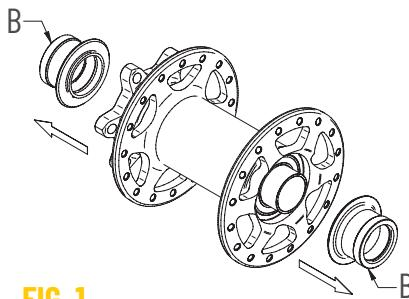

FIG. 1
- Sfilate gli scontri (B) completi di supporti (Fig. 1)